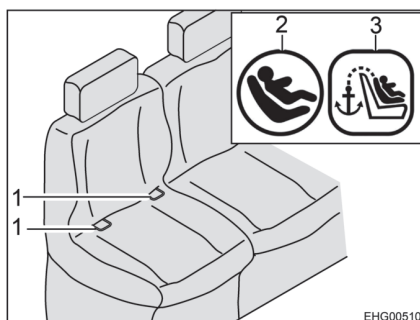
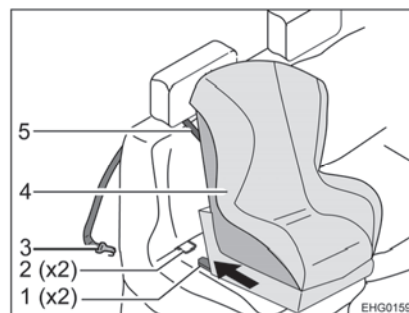

Bild 19 Stol med Isofix
Bild 20 Fastsättning med övre hållrem
- Låt låsarm (Bild 20,1) i fästbygel (Bild 19,1 och Bild 20,2) klicka på plats. Ett tydligt klickande ljud ska höras.
- Kontrollera med ett kraftigt ryck om barnstolen (Bild 20,4) sitter fast.
- Dra övre hållremmen (Bild 20,5) mellan nackstödet och ryggdynan.
- Haka fast fästkorkarna (Bild 20,3) på förankringspunkten på baksidan av nackstödet på fordonssitsen.